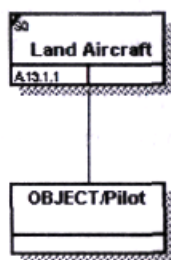

Рис. 96. Объект ссылки
**Объект ссылки.** Объект ссылки в IDEF3 выражает некую идею, концепцию или данные, которые нельзя связать со стрелкой, перекрестком или работой (рис. 96). Для внесения объекта ссылки служит кнопка **R** (добавить в диаграмму объект ссылки – Referent) в палитре инструментов. Объект ссылки изображается в виде прямоугольника, похожего на прямоугольник работы.